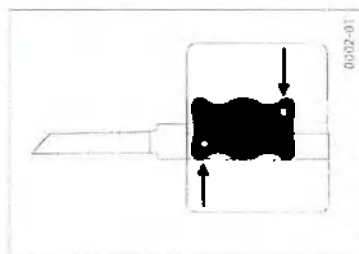
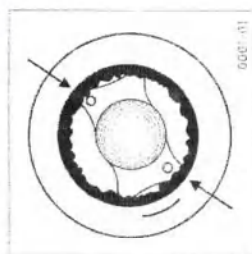

Рис. 2. Пример положения ИОЛ в картридже
Рис. 3. Положение ИОЛ в капсульной сумке
4. ИОЛ с двумя круглыми отметками на тактическом элементе необходимо поместить в картридж одной круговой отметкой в верхний левый угол, а второй — в нижний правый угол, как показано на рис. 2. На рис. 3 показано правильное положение отметок ИОЛ в капсульной сумке.